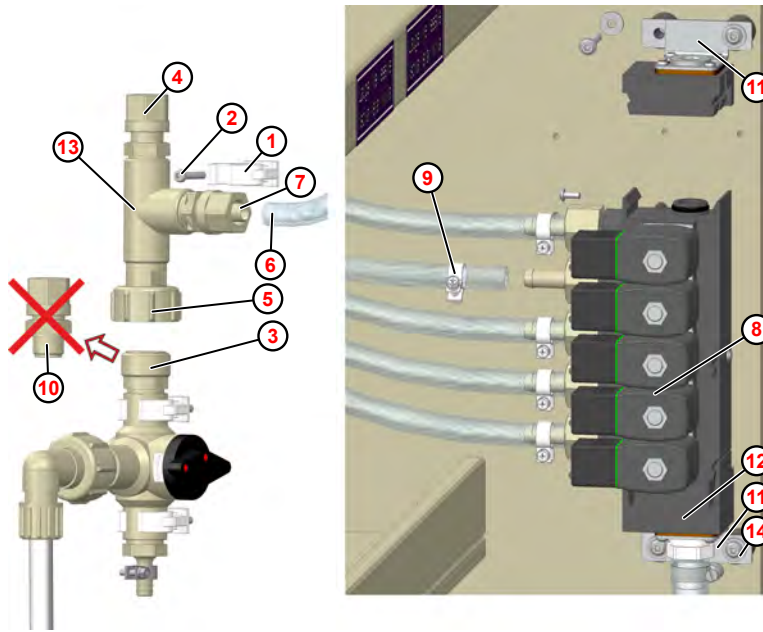

Abb. 12: Montage Wassernachspülung
3. ▶ Beidseitig Befestigungsschrauben (4 x, Abb. 12 , Pos. 14) an den Befestigungswinkeln (2 x, Abb. 12 , Pos. 11) lösen.
5. ▶ Endstück (Abb. 12 , Pos. 12) lösen und abziehen.